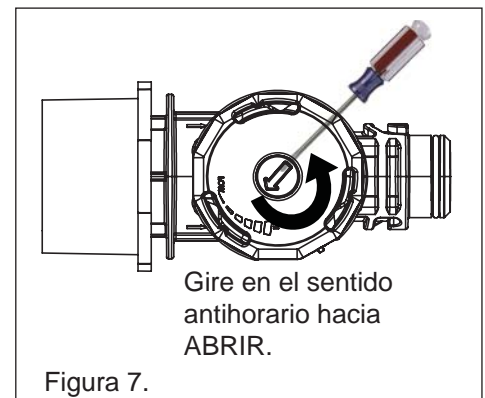

Figura 7.
4. Ajuste la válvula en el accesorio de pared utilizando un destornillador plano al girar la válvula en sentido horario (para reducir el caudal) o en sentido contrario (para incrementar el caudal) de manera tal que el émbolo blanco se alinee con las flechas de las marcas del calibrador de caudal. **Véase figura 7.**